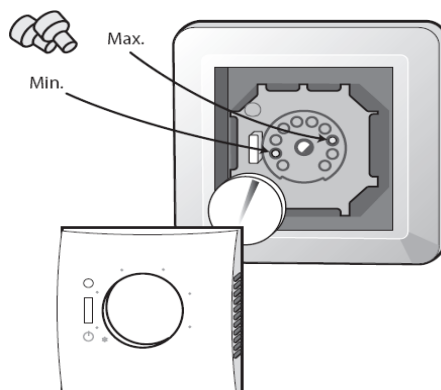

Рис. 5. Установка ограничителей температурного диапазона.
5. Для подготовки терморегулятора к рабочему состоянию после его закрепления в монтажной коробке следует установить рамку и закрыть крышку (плавно нажать на крышку до характерного срабатывания всех защелок). При необходимости ограничить диапазон изменения температуры следует изменить положение красного и синего стопоров, расположенных под ручкой установки температуры. Следует убедиться, что ручка терморегулятора легко вращается от одного крайнего положения до другого (рис.5).